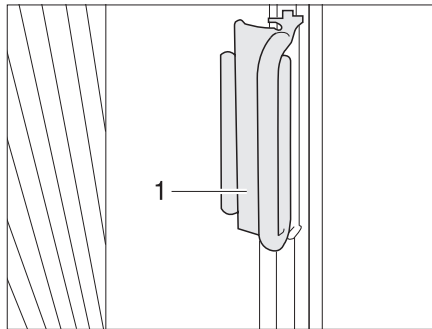

Fig. 16 Tirador de estor plegable luna delantera
**Aseguramiento:** ■ Empujar los estores plegables de la luna delantera con los tiradores (Fig. 16,1) debajo de las cubiertas a las columnas A y enchufar fijamente el tirador en la cubierta. El estor plegable está asegurado.